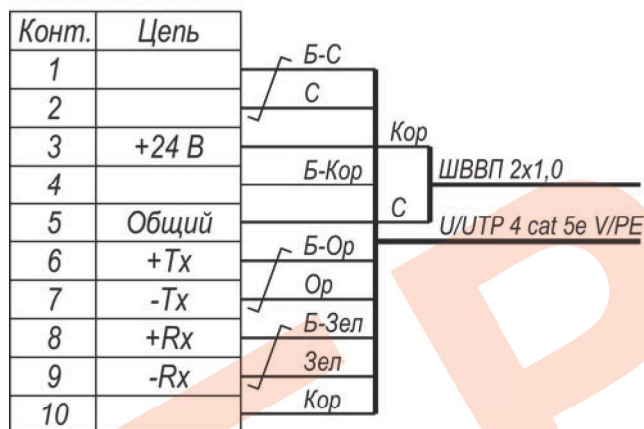

Рис.2 Схема шнура
4. Монтаж и подключение блока питания и сети Ethernet произвести в соответствии с руководством по эксплуатации ИМПФ.463132.003 РЭ (п.3) и рис.2 данного паспорта.